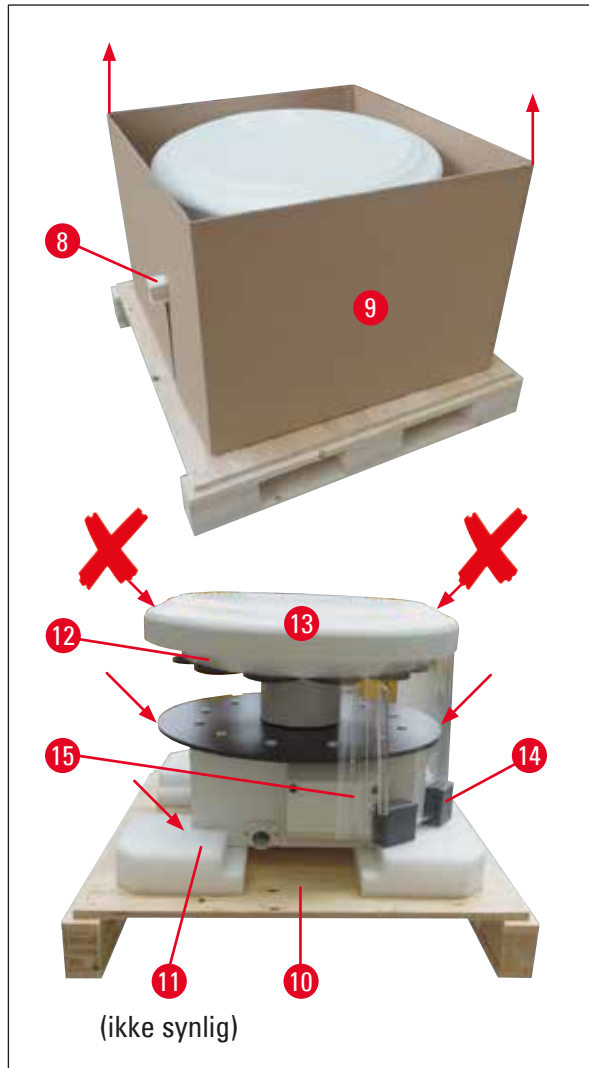

Fig. 11
- Apparatet løftes (af 2 personer) ved at tage fat i reagensbeholderplatformen eller den nederste del af kabinettet (se (→ Fig. 11), ↓ ↓ herunder) og løfte den fra bundpladen (→ Fig. 11-10).